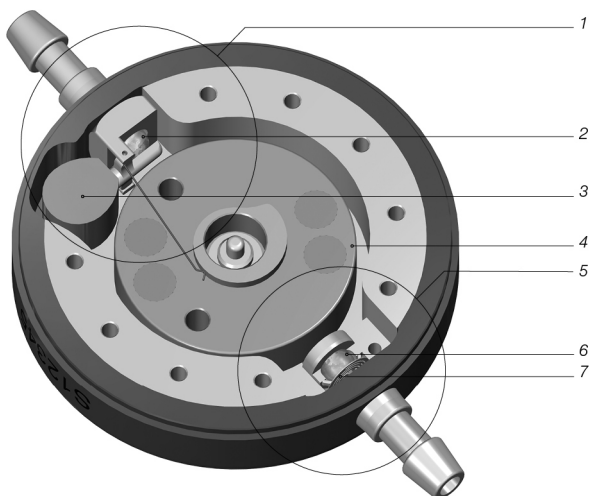

Fig. 1: Secção transversal da *M.blue*
A *M.blue* é uma válvula fabricada em titânio. É composta por uma unidade gravitacional regulável e uma unidade de pressão diferencial (fig. 1). A unidade gravitacional regulável (1) na parte proximal da válvula possui um peso de tântalo (3) que segura uma esfera de safira na sede da esfera por meio de uma alavanca (2). Dependendo da posição do corpo do paciente, a influência do peso de tântalo sobre a esfera de safira altera-se e, com isto, a pressão de abertura da válvula. Por meio de um rotor (4), a tensão prévia da mola em arco ligada à alavanca pode ser alterada através da pele.